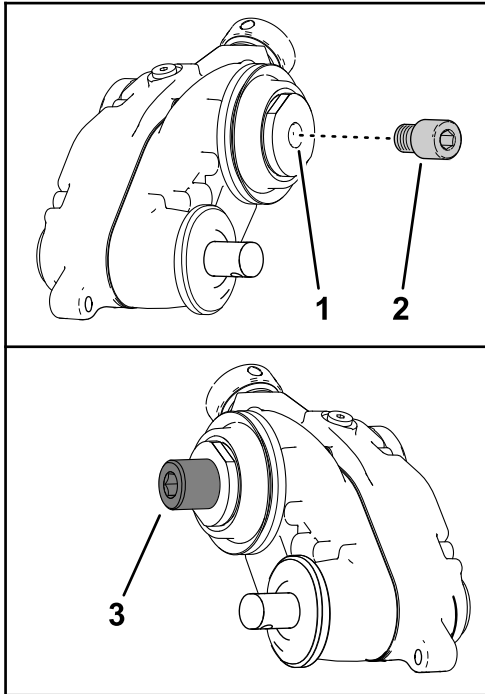

Bild 10
1. Tragen Sie Gewindesperrmittel mittlerer Stärke (z. B. Blue Loctite® 243) auf das Innengewinde der Antriebswelle auf, wie in Bild 10 dargestellt, und ziehen Sie das Spindeladapter und die Groomer-Antriebswelle bis auf ein Drehmoment von 150-163 Nm an.